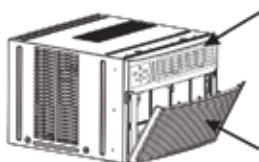

FIG. 1
1. Baje la rejilla frontal y retire el filtro. (Vea la Fig. 1)